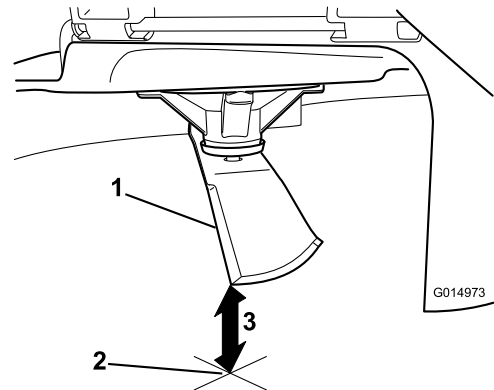

Bild 51
3. Messen Sie von der Messerspitze bis zu ebenen Fläche (Bild 51).